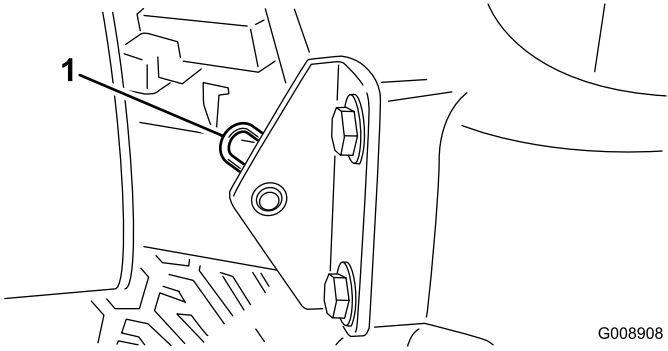

図 39
2. フードのピボット部をブラケットに固定しているヘアピンコッターを抜き取る  図 39。